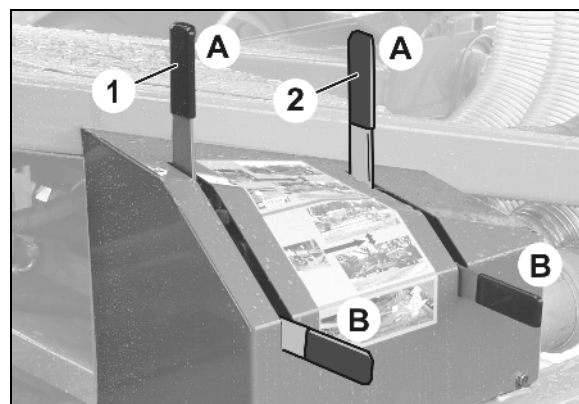

Bild 114
1. **AMALOG⁺**: Spak 2 i läge B (Bild 114)